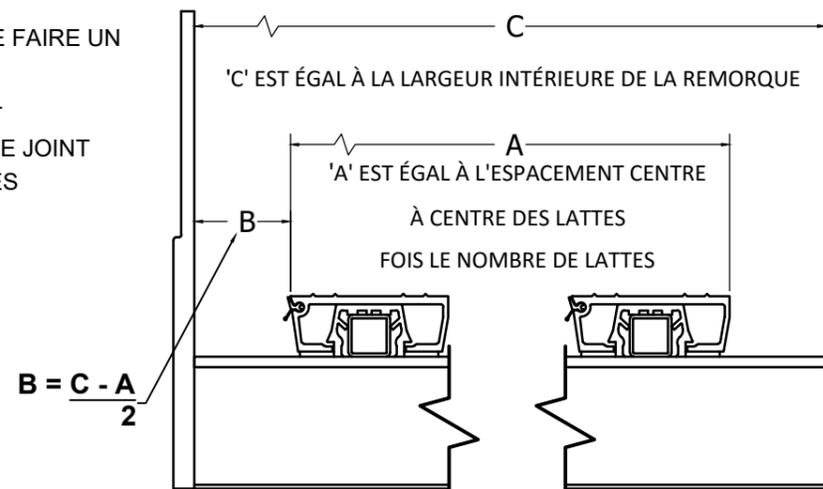

FIGURE 6 : DIMENSIONNEMENT DU JOINT LATÉRAL
1. UTILISEZ LA FIGURE 6 POUR DÉTERMINER LES DIMENSIONS DU JOINT LATÉRAL. LA LARGEUR DE L'ESPACE OCCUPÉ PAR LE JOINT LATÉRAL ('B') EST LA DISTANCE EXISTANT ENTRE LA DERNIÈRE LATTE DU PLANCHER ET LA PAROI LATÉRALE.